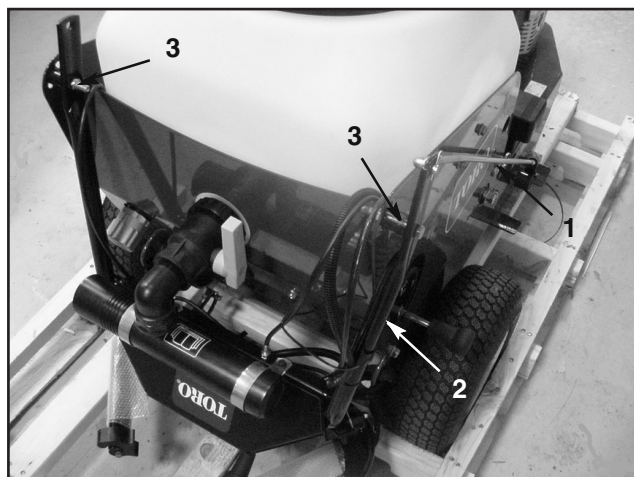

図2
1. シフト・ロッドを出荷用に固定しているヘアピン・コッター、ワッシャ、ケーブル・タイを外す (図2)。ヘアピン・コッターとワッシャは、シフト・ロッドを取り付ける際に使用するので捨てないこと。
2. ハンドルをタンク・サポートに固定しているボルト (2本)、スペーサとナットを取り外す (図2)。ボルト、スペーサ、ナットは破棄する。